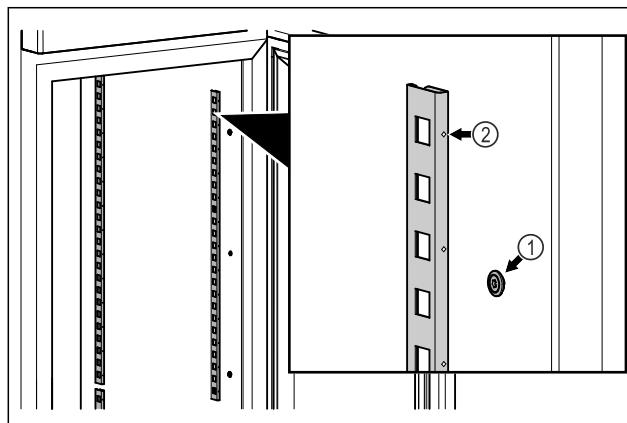

Fig. 79 Príklad zobrazenia
- Koľajničky zaveste do závesu Fig. 79 (1). Označenie Fig. 79 (2) musí ukazovať dopredu.